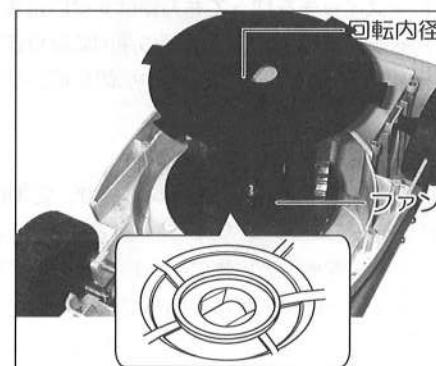

図18
①回転刃を裏返してファンに乗せ、ファンの凹円に回転刃の内径をおおよそ合わせてください。(図18参照)